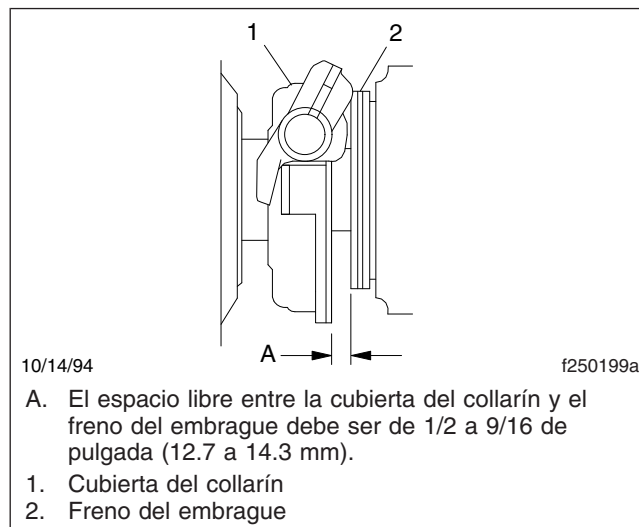

Figura 8, Dimensión del recorrido del collarín
3. Mida el recorrido del collarín. Vea en la **Figura 8** la dimensión correcta que debe medir. Utilizando los dos extremos de la herramienta para el recorrido del collarín, revise esta separación de la siguiente manera: